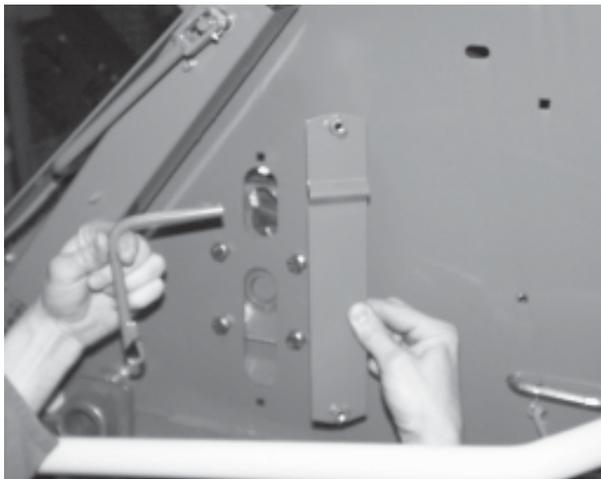

Abb. 13
- Entfernen des Schutzblechs (rechte Seite in Fahrtrichtung) und Montagehaken entnehmen (Abb. 13)